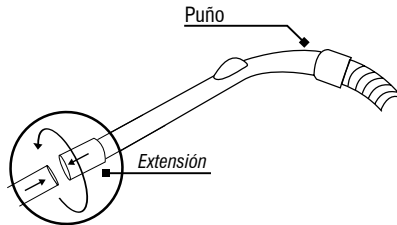

Fig. 8 – Montaje de la boquilla multiuso
- Conecte el tubo extensor en el puño y enseguida gire para finalizar la conexión, de acuerdo a lo mostrado en la Fig. 8;